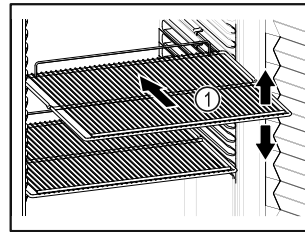

Fig. 57
- Ако стелажите за съхранение Fig. 57 (1) могат да се местят, регулирайте ги според височината.